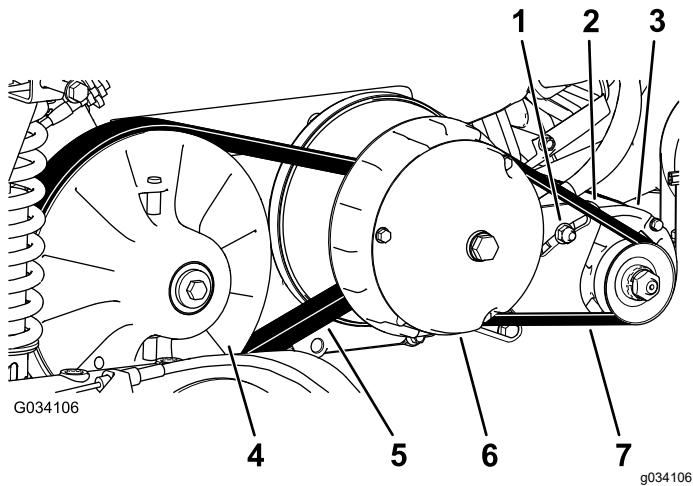

Figura 66
6. Haga girar la correa e inspecciónela (Figura 66) para asegurarse de que no está excesivamente desgastada o dañada.
3. Haga girar la correa y llévela sobre el embrague secundario (Figura 66).
4. Retire la correa del embrague primario (Figura 66).
5. Coloque la correa nueva sobre el embrague primario (Figura 66).
6. Haga girar la correa y llévela sobre el embrague secundario (Figura 66).
2. Afloje la tuerca del pivote del generador de arranque (Figura 66).
4. Aplique presión hacia abajo sobre la palanca para hacer girar el motor de arranque hacia abajo en la ranura, hasta que la tensión de la correa solo permita una desviación de 6 mm con 44 N de fuerza (Figura 66).
5. Apriete la tuerca del pivote a mano y retire la palanca (Figura 66).